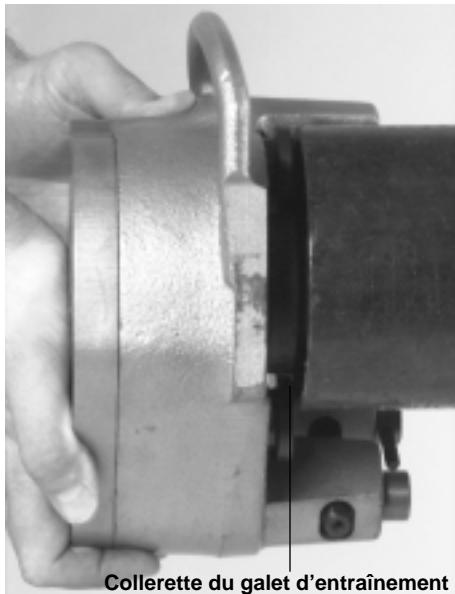

Figure 4 – Tuyau en butée contre la collerette du galet d'entraînement
- Enfoncez la 915 à fond sur le tuyau. L'extrémité du tuyau doit buter contre la collerette du galet d'entraînement (*Figure 4*).